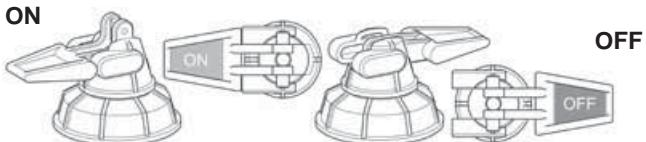

**Fig. 6**
- Appuyer sur le bouton de purge au sommet du couvercle (**Fig. 6**).